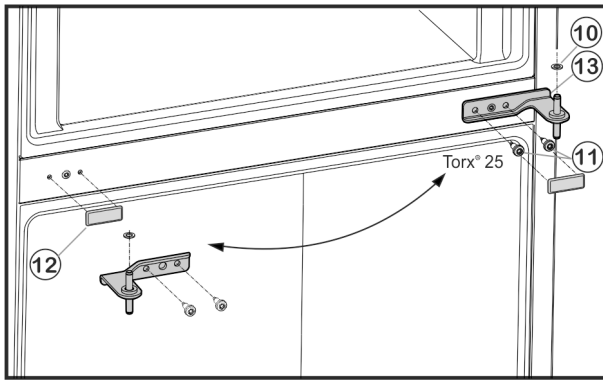

Fig. 6
- Befestigungsschrauben Fig. 6 (11) abschrauben (2 mal Torx® 25) und Lagerbock Mitte aus der unteren Tür herausziehen.
- Kunststoffscheibe Fig. 6 (10) abnehmen.
- Abdeckung Fig. 6 (12) vorsichtig abziehen.
- Abdeckung Fig. 6 (12) auf der Gegenseite wieder aufsetzen.
- Lagerbock Mitte Fig. 6 (13) um 180° gedreht in die untere Tür einsetzen und mit Befestigungsschrauben Fig. 6 (11) (2 mal Torx® 25) auf die neue Scharnierseite **fest (mit 4 Nm)** anschrauben.
- Kunststoffscheibe Fig. 6 (10) wieder aufsetzen.
- Obere Tür auf den Lagerbock Mitte Fig. 6 (13) setzen.